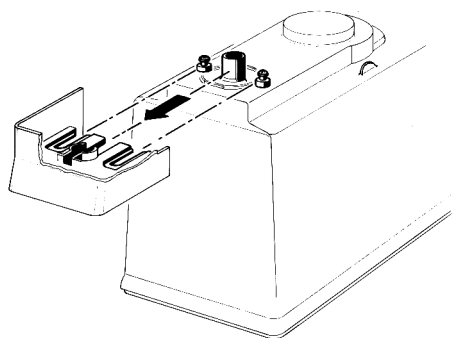

figura 7
- 2 - Desmontar el contenedor y ponerlo boca abajo. Desmontar el cuerpo grifo desde el contenedor mismo (ver figura 7).
- 1 - Enganchar otra vez el cubre-grifo y el cuerpo grifo al contenedor con operaciones inversas a las ilustradas en el desmontaje (ver figura 7).